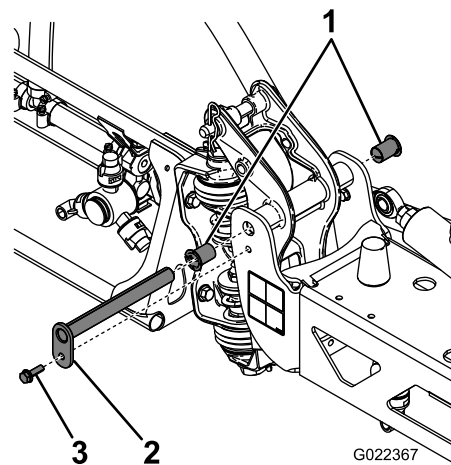

Figura 46
3. Con el peso del brazo apoyado, retire el perno y la tuerca que fijan el pasador de giro al conjunto del brazo (Figura 46).
6. Retire los casquillos de nailon desde delante y desde detrás del soporte pivote e inspecciónelos (Figura 46).
8. Instale el conjunto de brazo y soporte del pivote en el bastidor central, alineando los orificios (Figura 46).